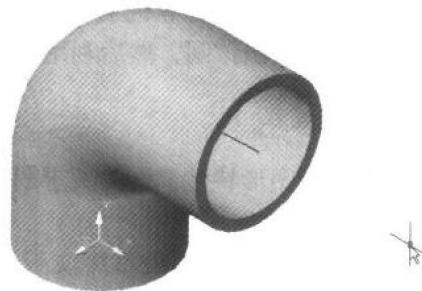

图 1-7 水管接头
求如图 1-7 所示水管接头部分的体积。
- (4) 利用“拉伸”命令 (extrude) 的“路径”选项 (path)，创建出水管接头的三维实体，如图 1-7 所示。
- (5) 利用“查询”命令求出该水管接头的体积即可。